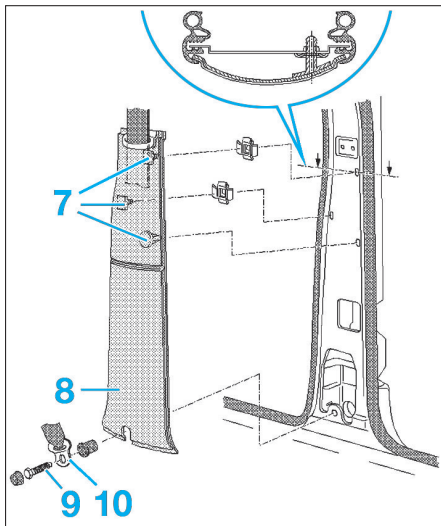

Fig. 13
- Dégrafer les agrafes de fixation supérieure (7) du revêtement inférieur du montant pied milieu (8) (Fig.13).
- Dévisser la vis de fixation (9) ferrure de la ceinture de sécurité (10) et du revêtement inférieur du montant pied milieu (8).
- Déposer le revêtement inférieur du montant pied milieu (8).